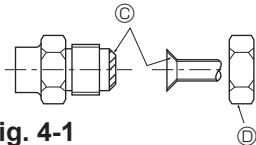

Fig. 4-1
Ⓐ (Fig. 4-1)
Ⓒ (Fig. 4-1)
4.2. Connexion des tuyaux (Fig. 4-1)